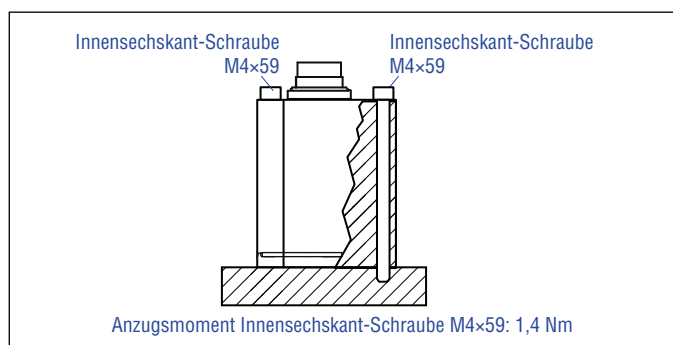

Abb. 15: Befestigung mittels Innensechskant-Schrauben M4x59
- Montieren Sie das Sensorelektronikgehäuse über die drei Innensechskantschrauben M4x59 aus unmagnetischem Material. Anzugsmoment: 1,4 Nm (Abb. 15). Sichern Sie die Schrauben vor dem Wiedereinbau, z.B. mit Loctite 243.